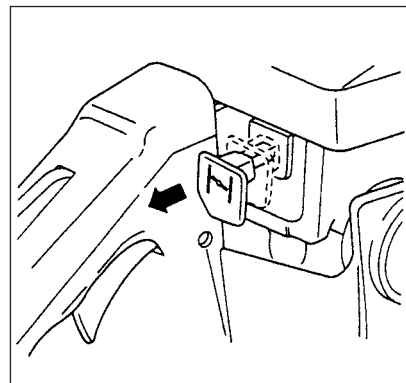

Fig. 2-3
2. Trekk chokehendelen helt ut til chokeposisjon. Dette låser gassen automatisk i startposisjon. (Fig. 2-3)